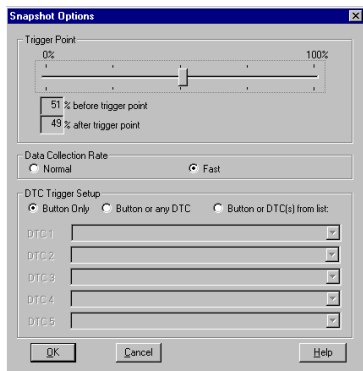

Figure 2.13 : boîte de dialogue sur les options relatives aux instantanés
- 7 Vérifiez les branchements et, ensuite, cliquez sur le bouton **OK** pour continuer. Vous verrez s'afficher la boîte de dialogue sur les options relatives aux instantanés (Figure 2.13).
- 8 Dans la boîte de dialogue sur les options relatives aux instantanés (Figure 2.13), réglez les variables suivantes.
- Selon la nature du réglage du déclenchement en fonction des codes d'anomalie qui a été effectué (voir Figure 2.13 à la page 79), l'outil de VDR pourra automatiquement déclencher un enregistrement. Pour plus de détails, reportez-vous à la page 19.
- L'outil de VDR peut conserver jusqu'à quatre (4) instantanés enregistrés. Chaque instantané supplémentaire (après les quatre) remplace l'instantané le plus ancien qui a été saisi. Cela signifie que vous pouvez enregistrer autant d'instantanés que vous voulez, mais que seuls les quatre plus récents d'entre eux seront sauvegardés dans l'outil de VDR.